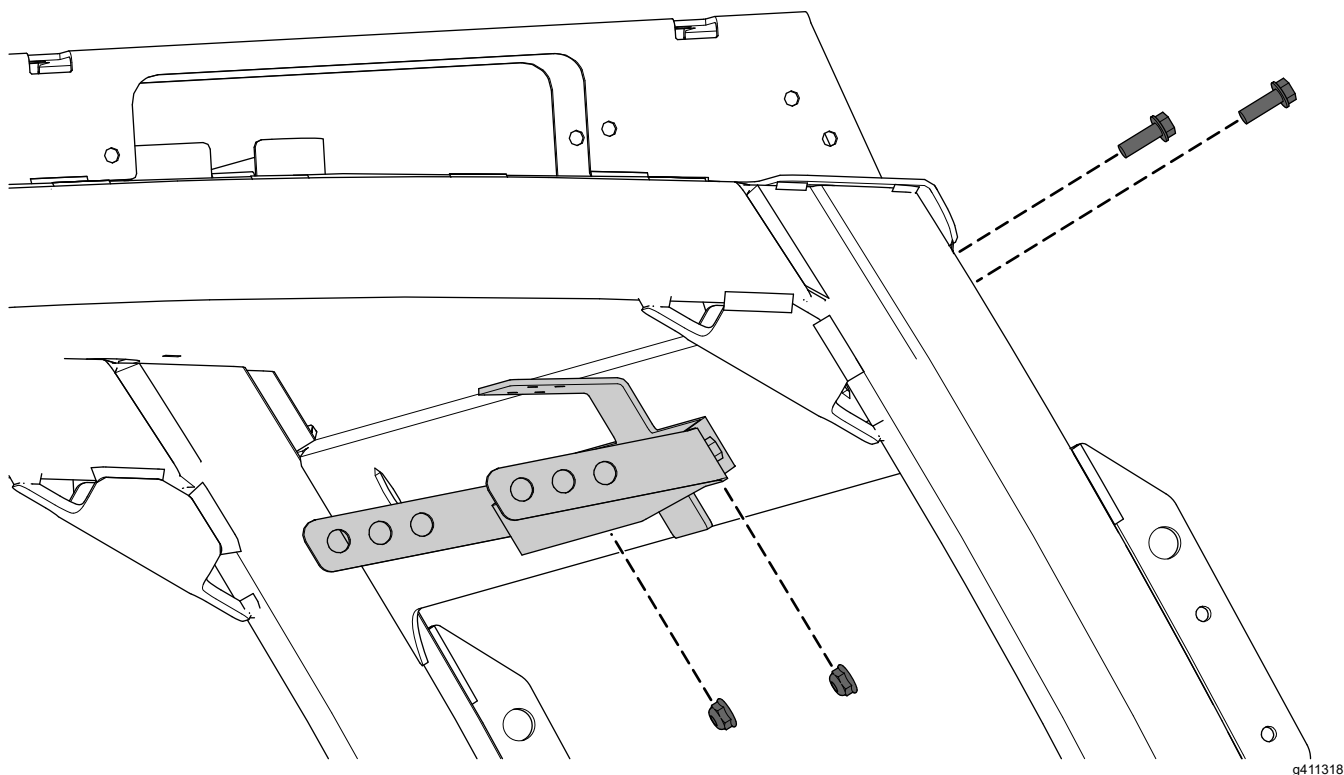

Figura 7
2. Fixe o conjunto da montagem do espelho ao toldo utilizando dois parafusos de cabeça de anilha sextavada (1/4 x 3/4 pol.) e duas porcas de bloqueio (1/4 pol.), como se mostra na Figura 7.